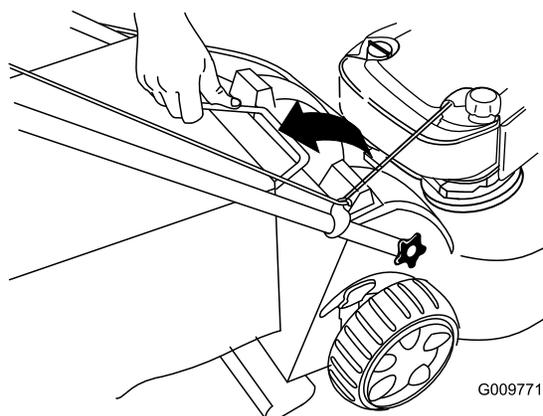

Figura 33
2. Retire el asa del recogedor de las ranuras de la parte superior del cortacésped y retire el recogedor del cortacésped (Figura 33).